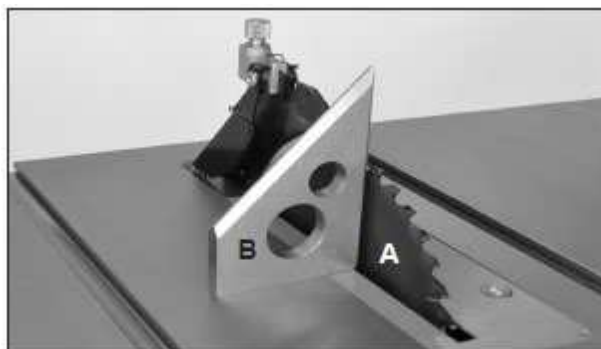

Рис. 17
1. Поднять пильный диск (рис. 17, А) в самое верхнее положение маховичком, расположенным спереди станка.
2. С помощью угольника или комбинированного угольника (рис. 17, В) проверить наличие угла  $90^\circ$  относительно стола (нулевой угол по шкале угла наклона пильного диска).